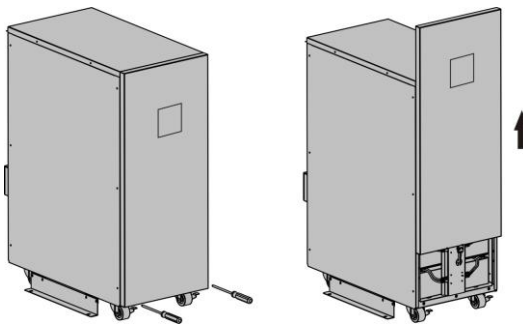

Fig. 8-1 Easy for Battery Replacement -Step 1
- 1) Otwórz przedni panel i odepnij złącze na płycie LCD. Zobacz Fig. 8-1.